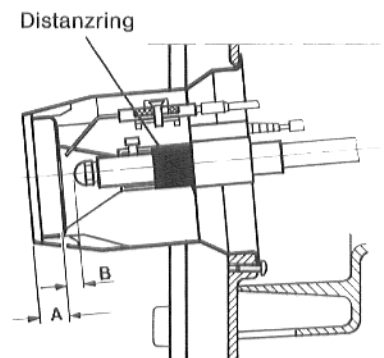

Abb. 2
6. Mitgelieferte Stauscheibe (4-schlitzig) mit **Distanzring** montieren (Abb. 2).
- Maß B überprüfen (Abb. 2).
- Maß A einstellen (Abb. 2).